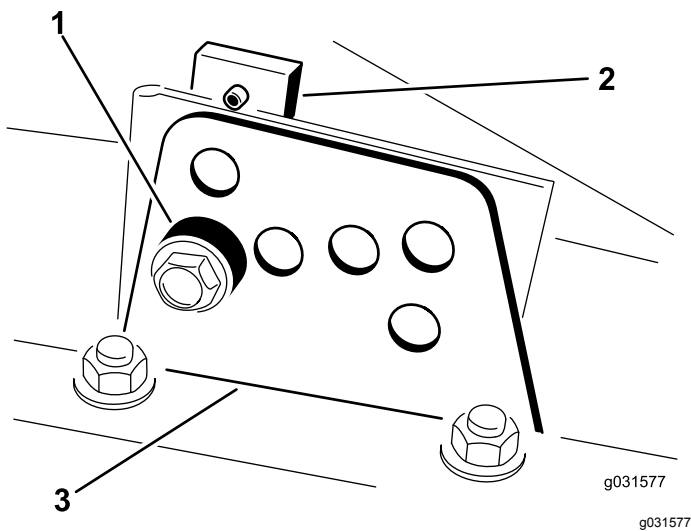

图 17
2. 拧松将各剪草高度支架固定至剪草高度板的螺栓前面和两侧如图 17 所示。
4. 在支撑起切割腔的同时取出隔片 (图 17)。